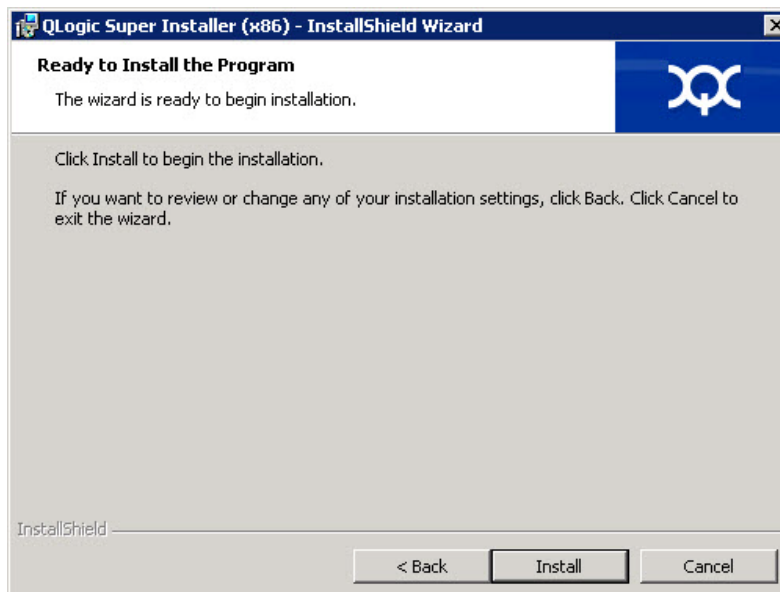

Figura 3-6. Asistente InstallShield: Ventana Ready to Install the Program (Listo para instalar el programa)
7. En la ventana Ready To Install (Listo para instalar) del asistente InstallShield (Figura 3-6), haga clic en **Install** (Instalar). El Asistente InstallShield instala los controladores del adaptador de QLogic y el instalador de software de administración.